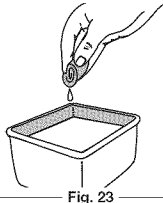

Fig. 23
- Lavez le filtre dans un mélange d'eau et de détergent (Fig. 23). Rincez le filtre abondamment. Essorez l'excédent d'eau. Laissez sécher complètement.